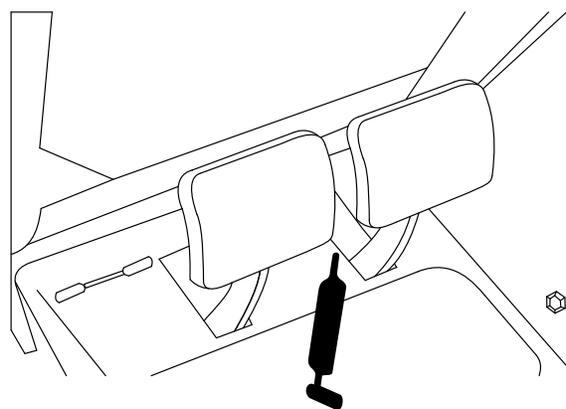

Figura 49
- Eje del pedal de freno (1) (Figura 49).